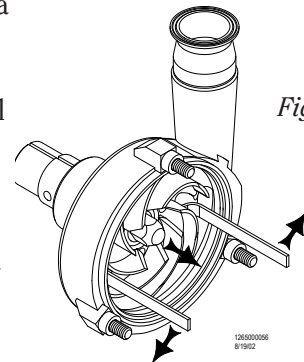

Figura 8
- f) Quite el impulsor (nº22) del eje (nº7) agarrando con cada mano un álabe del impulsor y jalelo hacia usted. Si fuera difícil extraer el impulsor del eje, meta a presión los extractores del impulsor entre la carcasa (nº10) y la parte trasera del impulsor, y saque el impulsor del eje (*Figura 8*).